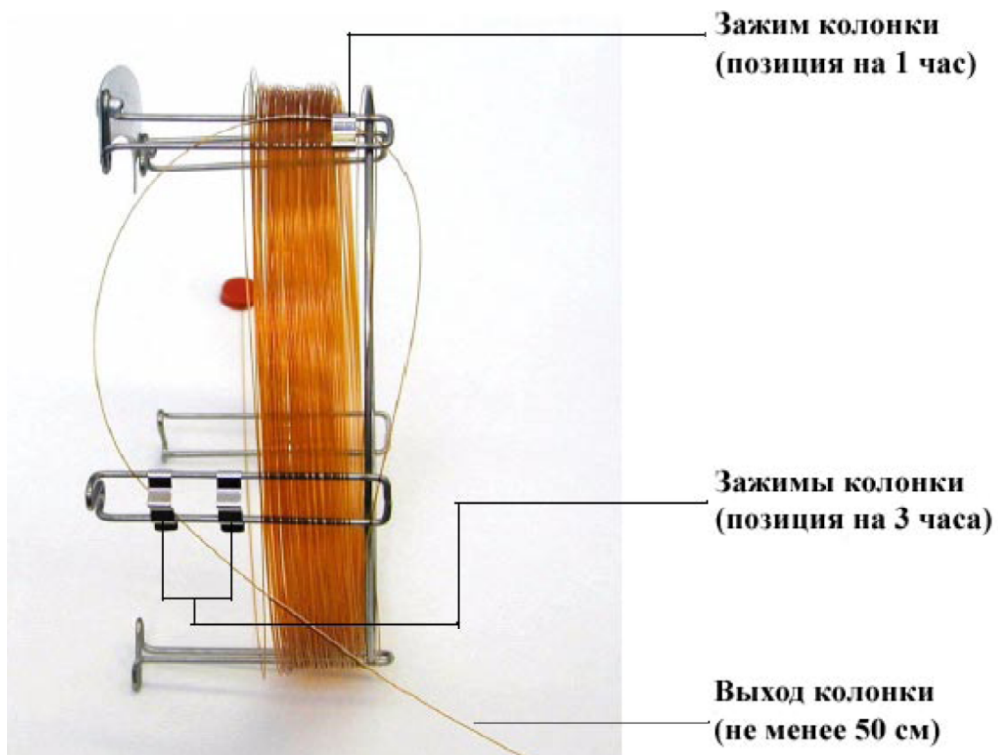

Рисунок 6 Колонка, пропущенная через позицию на 3 часа.
- 5 Затем пропустите выходной конец колонки через зажимы на 3 часа так, чтобы выход колонки был направлен к задней части каркаса. Проверьте, чтобы та часть колонки, которая находится между двумя зажимами, НЕ выступала над этикеткой колонки. См. Рисунок 6.